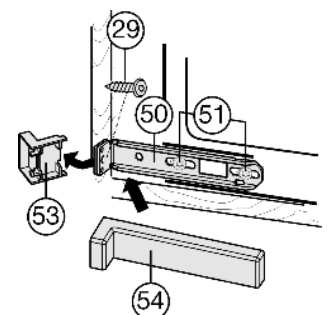

Fig. 19
- ▶ Allentare le viti Fig. 19 (51).
- ▶ Avvitare la squadretta di fissaggio Fig. 19 (50) inferiore al fianco del mobile con viti per truciolare Fig. 19 (29)  $\varnothing 4 \times 19$ .
- ▶ Staccare l'estremità sporgente della copertura Fig. 19 (53). Non è più richiesta.
- ▶ Serrare le viti Fig. 19 (51).
- ▶ Applicare la copertura Fig. 19 (54) sulla squadretta di fissaggio Fig. 19 (50) inferiore.